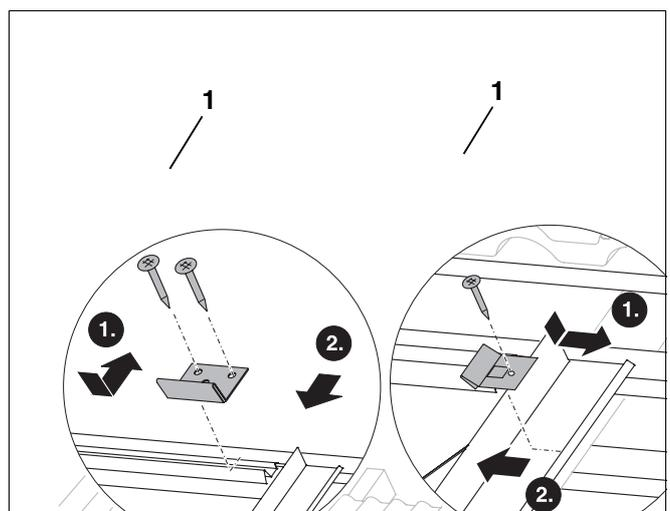

Fig. 59 Fissaggio delle lamiere di copertura superiori con ganci
- Disporre il gancio (fig. 59, **pos. 1**) nello spigolo della lamiera di copertura.